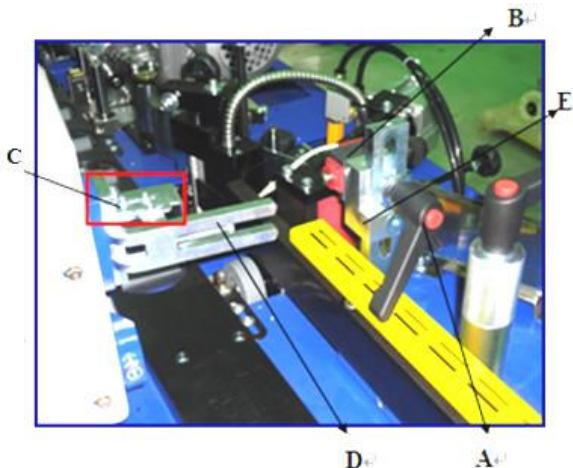

Рисунок 38
Система разблокировки, показанная на рис.38, имеет различные функции:
- Винт **A** (рис. 38) регулирует зазор ременного подающего механизма и, следовательно, давление бокового перемещения, которое обеспечивает надлежащее склеивание. Боковой прижим не должен быть чрезмерным, в противном случае все модули попадут под нагрузку. Боковой прижим обычно устанавливается производителем при тестировании станка.
(рис. 38) немедленно останавливает все функции станка, кроме клеевой ванны. Открытие ременного подающего устройства имеет то же действие, что и **аварийный выключатель**. Перезапуск станка выполняется переключением в положение Вкл. Детали этой важной системы безопасности всегда должны быть исправны.
- c) Система трения скольжения **E** (рис. 38) удерживает алюминиевый блок на месте, когда ременное подающее устройство открыто. Когда ременное подающее устройство закрыто, происходит специальный электрический контакт, разрешая запуск станка.
Для различных операций (т.е.: облицовка чувствительного материала), возможно УМЕНЬШИТЬ боковой прижим, регулируя винт **D** (рис. 38), который действует в качестве упора на подающем узле.
Следовательно, необходимо повторно установить специальный электрический контакт **B** (рис. 38), используя винты на в пазах **C** (рис. 38).